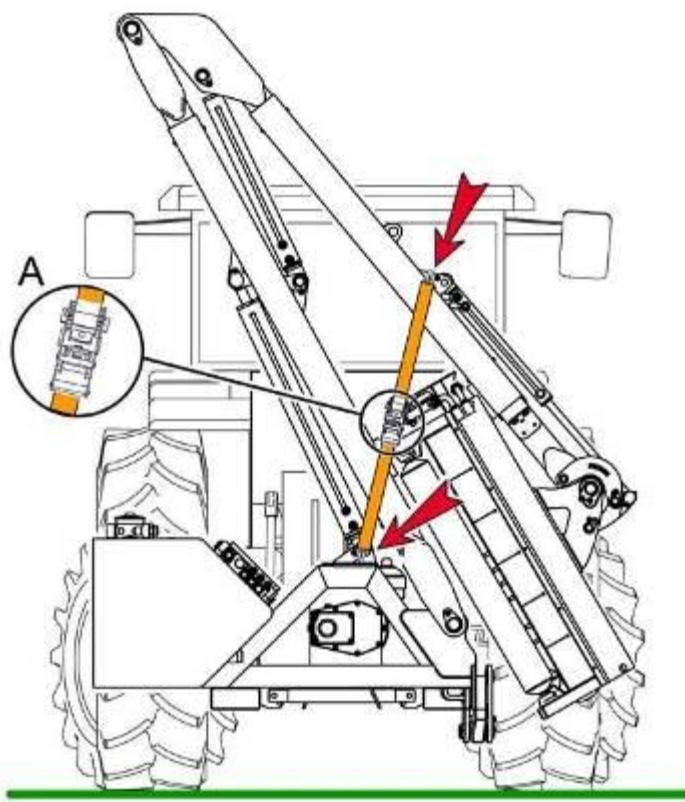

РИС. 6.10
- Зафиксировать стрелу и измельчитель специальным ремнем (РИС. 6.10).
- Ремень должен быть закреплен строго в местах обозначенных на (РИС. 6.10).
- Для затягивания ремня используйте карабин (A) показанный на рисунке.